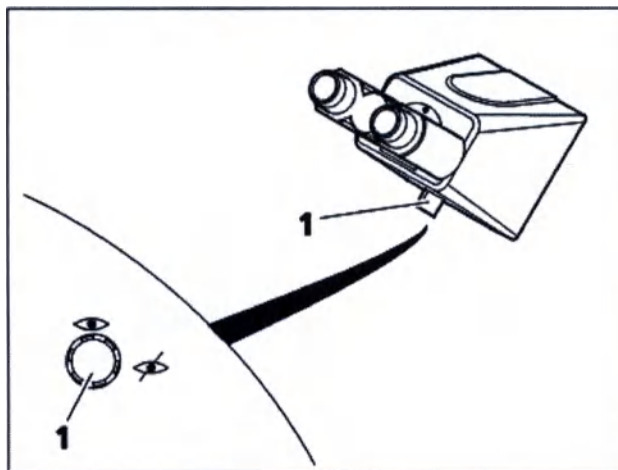

Рис. 68
- Слот для слайдера с ирисовой диафрагмой (рис. 68/1), применяемой в качестве апертуры / светополевой диафрагмы при регулировке освещенности по методу KÖHLER.
- Вставьте слайдер с ирисовой диафрагмой (рис. 68/1) или светополевой диафрагмой в слот F.
- Рычаг (рис. 68/4) на слайдере служит для открытия и закрытия (в нижнем положении) ирисовой диафрагмы.
- Два центрирующих винта (рис. 68/2 и 3; головка SW 3) позволяют выполнить центрирование в световом пучке.
(рис. 68/29)